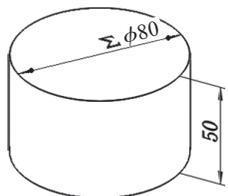

图5-7 直径转变为“Σφ80”
- (10) 圆柱的直径将自动转变为“ $\Sigma \phi 80$ ”，如图5-7所示。
- (11) 按照上述方法，任意改变圆柱的高度，可以得到不同直径的圆柱。